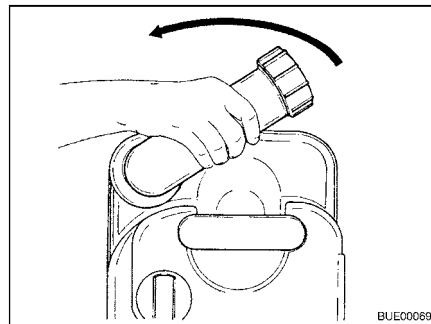

Bild 154 Entleerungsstutzen drehen
- Entleerungsstutzen nach oben drehen (Bild 154).